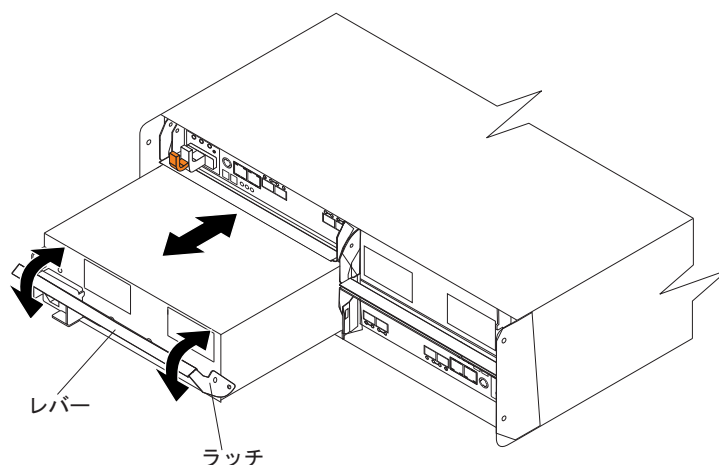

図 21. 電源機構およびファン・ユニットの交換
1. 電源機構およびファン・ユニットをスライドさせてストレージ・サブシステムに入れます。電源機構およびファン・ユニットを再取り付けするために、図 21 で示すように各電源機構およびファン・ユニットのレバーがストレージ・サブシステムの内側に向かって開かれていることを確認してください。無理に差し込まないでください。電源機構およびファン・ユニットは、シャーシに正しく差し込まれるように設計されています。
重要: 図 21 に示すように、電源機構およびファン・ユニットをスライドさせてストレージ・サブシステムに入れる際、レバーがまっすぐ引き出されていることを確認してください。左右の電源機構およびファン・ユニットは、DS3950 シャーシ内部で反対の方向に取り付けられます。電源機構およびファン・ユニットを電源機構およびファン・ユニットのベイに完全に挿入できない場合は、電源機構ファンを 180° 反転させて再度挿入してください。